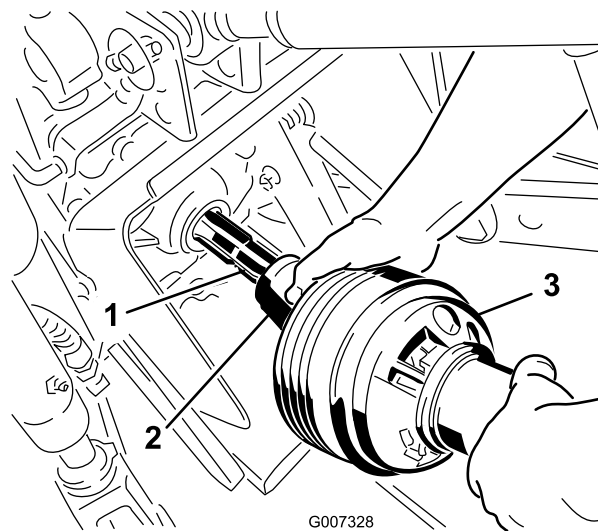

Figura 12
4. Monte la sección exterior del árbol de la TDF en el árbol de salida de la TDF de la unidad de tracción (Figura 12).
- 9. Conecte la sección exterior del árbol de la TDF al árbol de la TDF de la unidad de tracción (Figura 12).